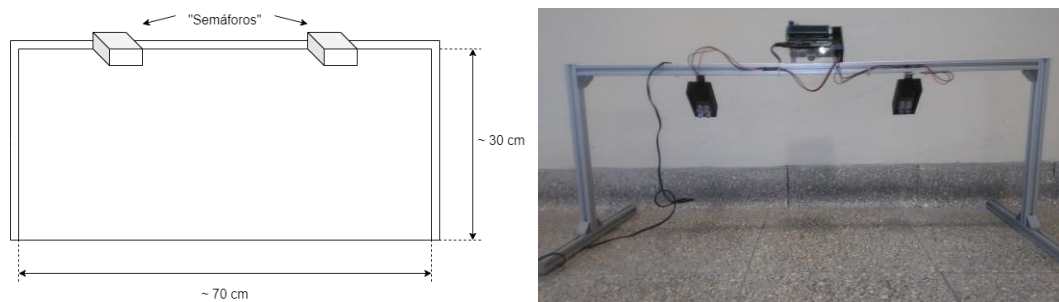
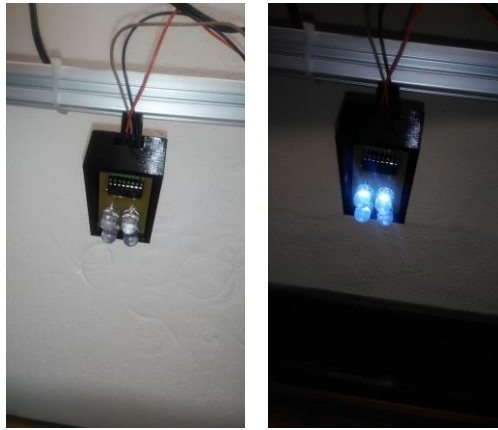

Figura 3: Dimensões aproximadas do pórtico que suporta o “semáforo”, que assinala o início da prova (à esquerda), e fotografia deste (à direita)
Figura 4: Aspeto do semáforo quando apagado (à esquerda), e quando aceso (à direita)
3. No início da pista encontra-se um “semáforo”, montado na parte inferior de um pórtico (como ilustrado na Figura 3), que acenderá assinalando o início da prova. O semáforo será implementado recorrendo a quatro LED (como se pode ver na Figura 4, à esquerda).
- a) O semáforo acenderá uma luz branca para sinalizar o arranque da prova (como se mostra na Figura 4, à direita).